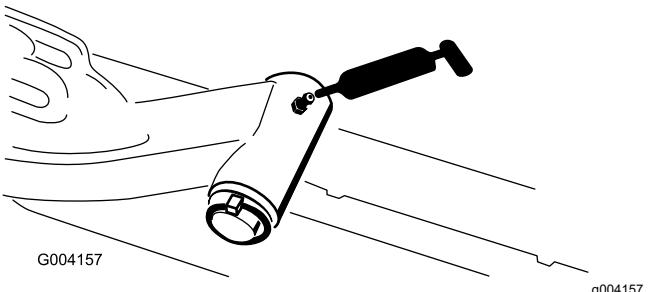

Figure 107
- Axe de pivot des bras de levage (x 1) (Figure 107)